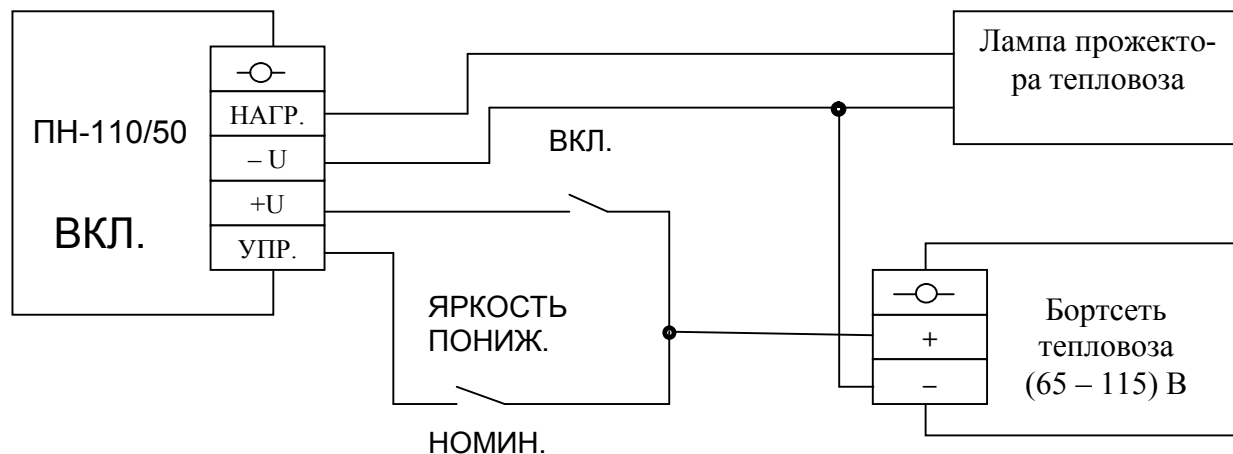

Рисунок 2 – Схема подключения преобразователя напряжения ПН110/50
5.2 При включении тумблера ВКЛ. (см. рисунок 2) на контакты «+U» и «-U» преобразователя поступает напряжение бортсети «+» и «-» соответственно. На элементах VT2, VD2, C8, R14, R15 собран стабилизатор напряжения +15 В. Данное напряжение используется для питания всех микросхем преобразователя.